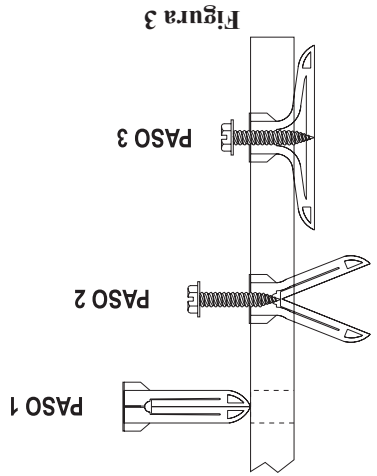

Figura 3
3. Luego de ubicar los orificios de montaje, taladre dos (2) orificios de 5/16" de diámetro en la pared. Inserte en la pared los dos (2) sujetadores de expansión de plástico incluidos en el paquete del soplador. Inserte dos (2) tornillos #10 X 1 1/2" incluidos en el paquete del soplador en los sujetadores de expansión de plástico. No ajuste por completo las cabezas de los tornillos a los sujetadores de expansión de plástico, deje un espacio de 7/16" entre éstos y las cabezas de los tornillos. Consulte la Figura 3.